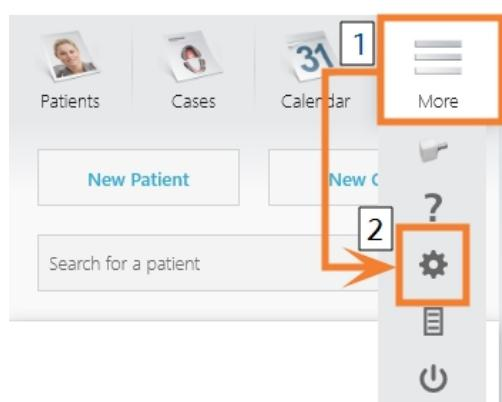

ABB. 16 DIE EINSTELLUNGEN IN TRIOS DESIGN STUDIO ÖFFNEN
7. Wählen Sie in der Menüleiste **Mehr**. Wählen Sie aus dem Aufklappmenü das Symbol **Einstellungen** (Abb. 16 unten).